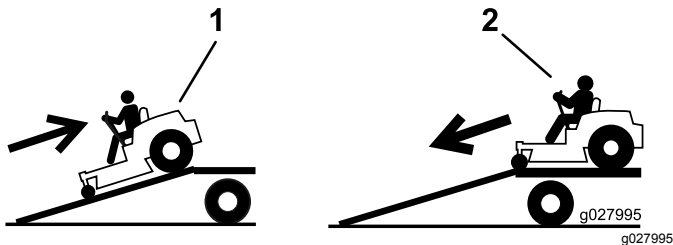

Figura 29
4. Suba la máquina por la rampa en marcha atrás (Figura 29).
2. Baje la máquina por la rampa conduciendo hacia adelante (Figura 29).